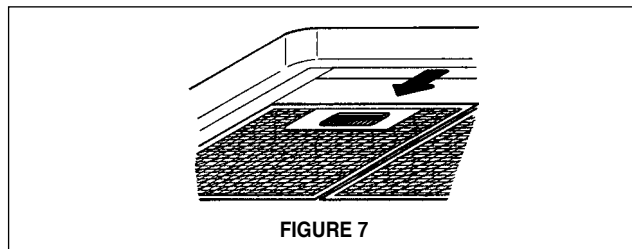

FIGURE 7
2. Retirer les filtres pour la graisse de l'appareil et les mettre de côté. Retirer les filtres pour la graisse en pressant sur la poignée à l'avant du filtre, tel qu'il est illustré à la FIGURE 7. Au moment de les replacer, s'assurer que les filtres soient positionnés adéquatement, la poignée vers l'avant et visible.